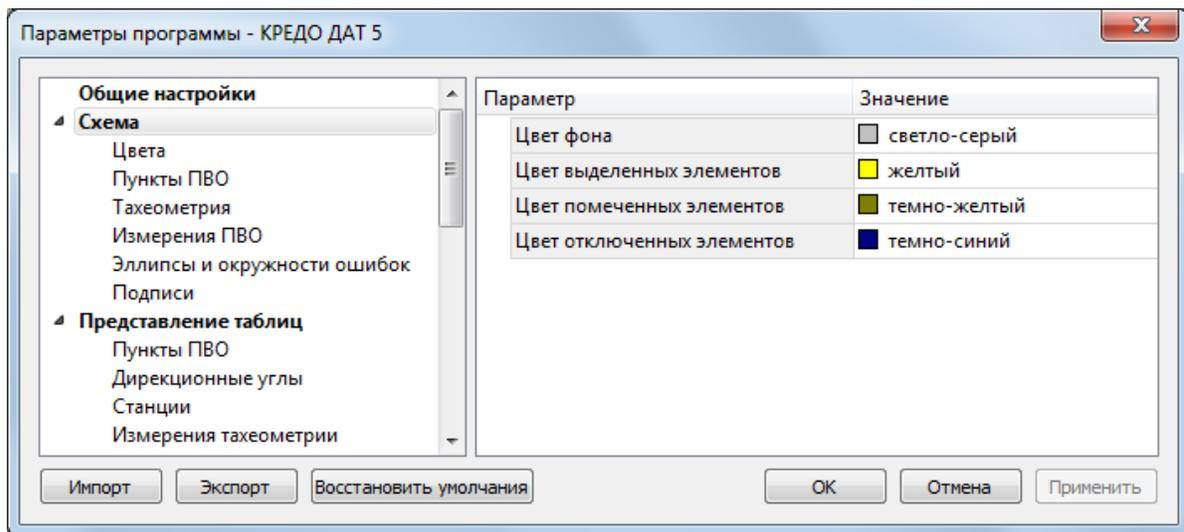

Рисунок 4.2
• В разделе **Схема** (см. рис. 4.2) задается цвет, размер, толщина для графического отображения Пунктов ПВО, Тахеометрии, Измерений ПВО, Эллипсов и окружностей ошибок, Подписей.